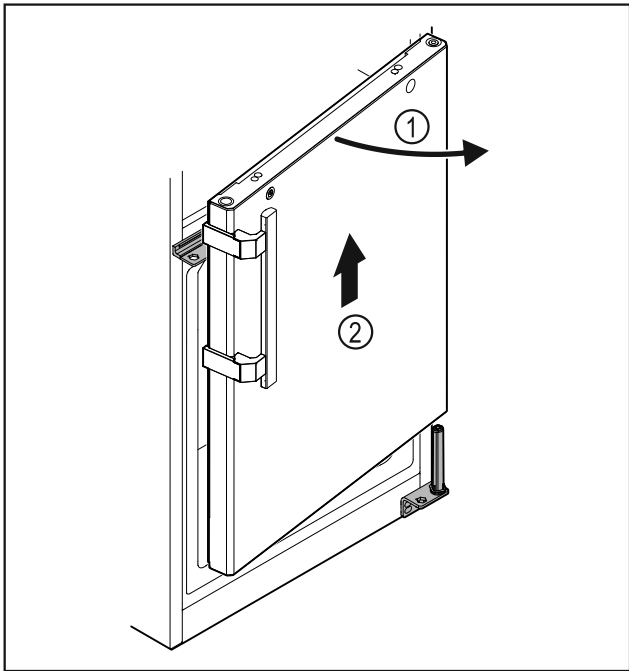

Fig. 34
- ▶ Az ajtót Fig. 34 (1) kissé nyissa ki, emelje meg felfelé kb. 200 mm-rel, majd vegye le Fig. 34 (2).